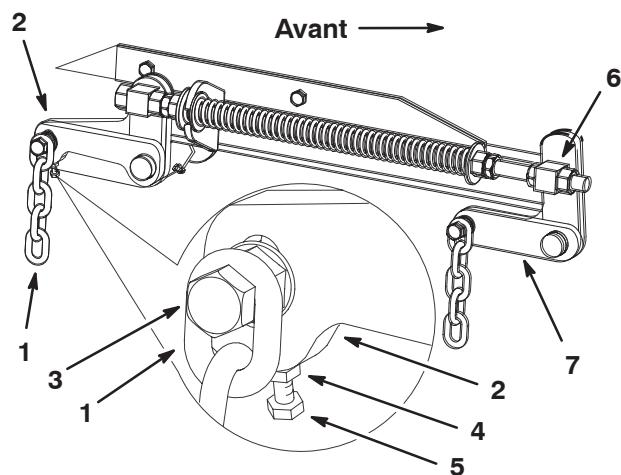

Figure 52
7. Si la distance mesurée au point B ou C n'est pas correcte, desserrez le boulon de fixation de la chaîne arrière au bras de support arrière (Fig. 52).